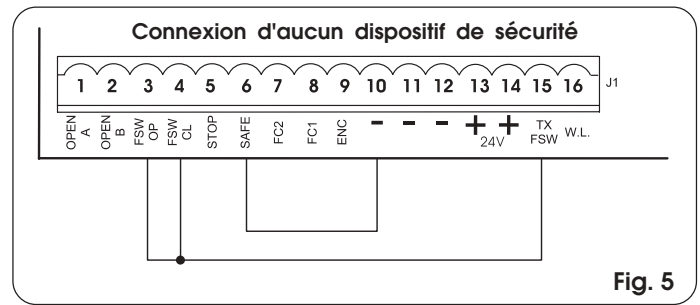

Fig. 5
N.B. Si on n'utilise aucun dispositif de sécurité, ponter les bornes d'après la fig. 5.
Nota bene: Si on ne connecte aucun dispositif de sécurité en ouverture, ponter les entrées **FSW OP** et **-TX FSW** (fig. 5).
Nota bene: Si on ne connecte aucun dispositif de sécurité en fermeture, ponter les bornes **FSW CL** et **-TX FSW** (fig. 5).
Nota bene: Si les dispositifs de sécurité bord ne sont pas connectés, ponter les entrées **SAFE** et **-** (fig. 5).